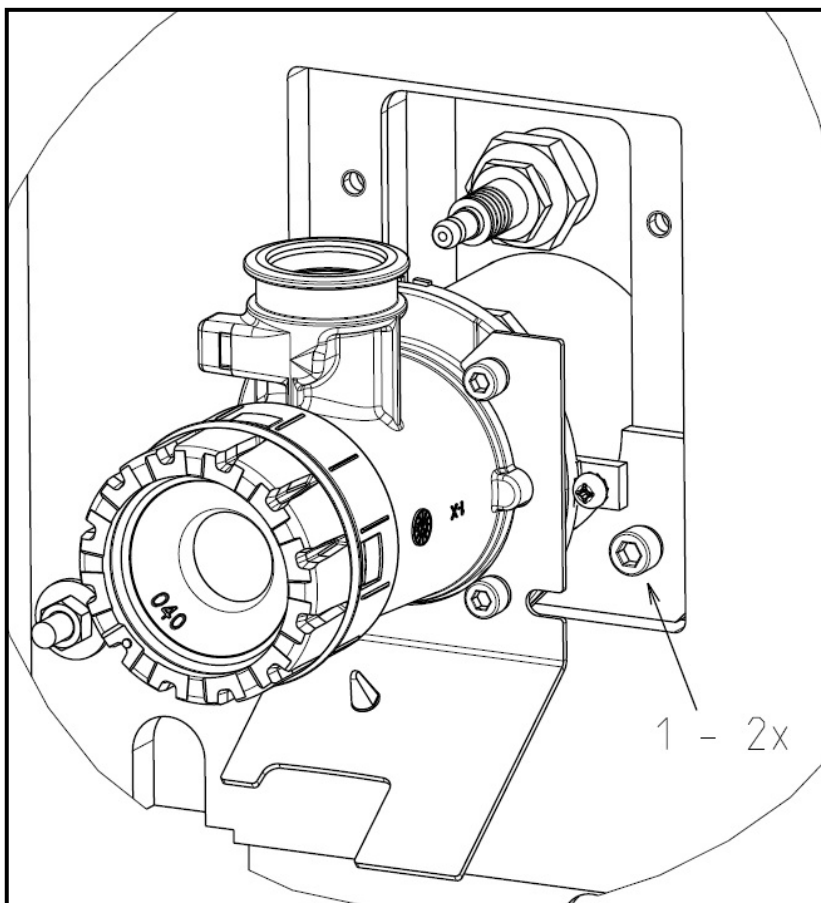

Figura 6.2.1.
- Smontare i componenti del riscaldamento a gas, (vedi il catalogo delle parti di ricambio – sezione RISCALDAMENTO A GAS), fino a raggiungere lo stato rappresentato in figura 6.2.1.
- Condotto a gas, pos. 41, 42, 43 smontare il gruppo – smontare le quattro viti della flangia inclusa la guarnizione – pos. 41.
- Smontare le due viti (1) – figura 6.2.1. che provvedono al fissaggio del bruciatore completo alla macchina sull'estremità sinistra del bruciatore.
- Figura 6.2.1. – bruciatore a gas prima di smontaggio dalla macchina- vista dell'estremità sinistra del bruciatore